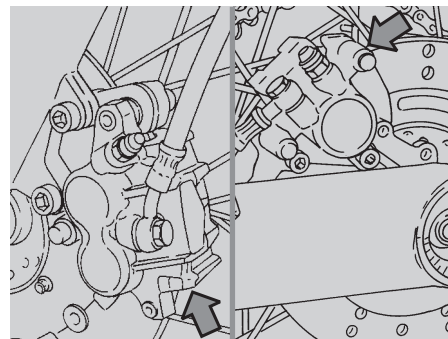

Fig. 49
### VERIFICA USURA PASTIGLIE (Fig. 49)
- ◆ Effettuare un controllo visivo dal basso (per la pinza anteriore), e dall'alto (per la pinza posteriore) (Fig. 49).